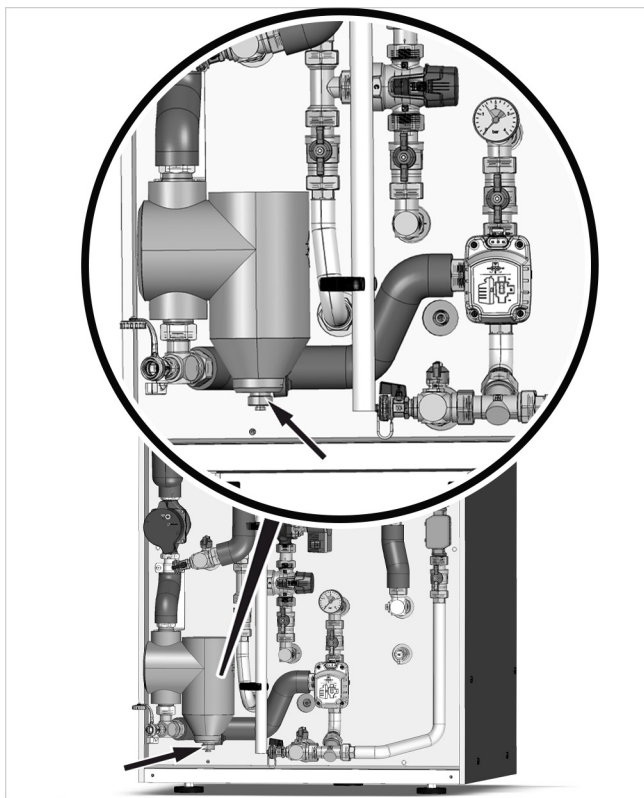

Abb. 40: Schlammabscheider über den Ablasshahn reinigen
1. Einen Auffangbehälter unter den Ablasshahn halten (siehe → Abb. 40).